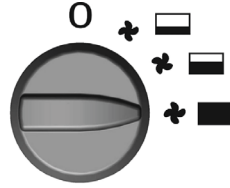

ABB. 3
- **Abb. 3** – Maximale Leistung